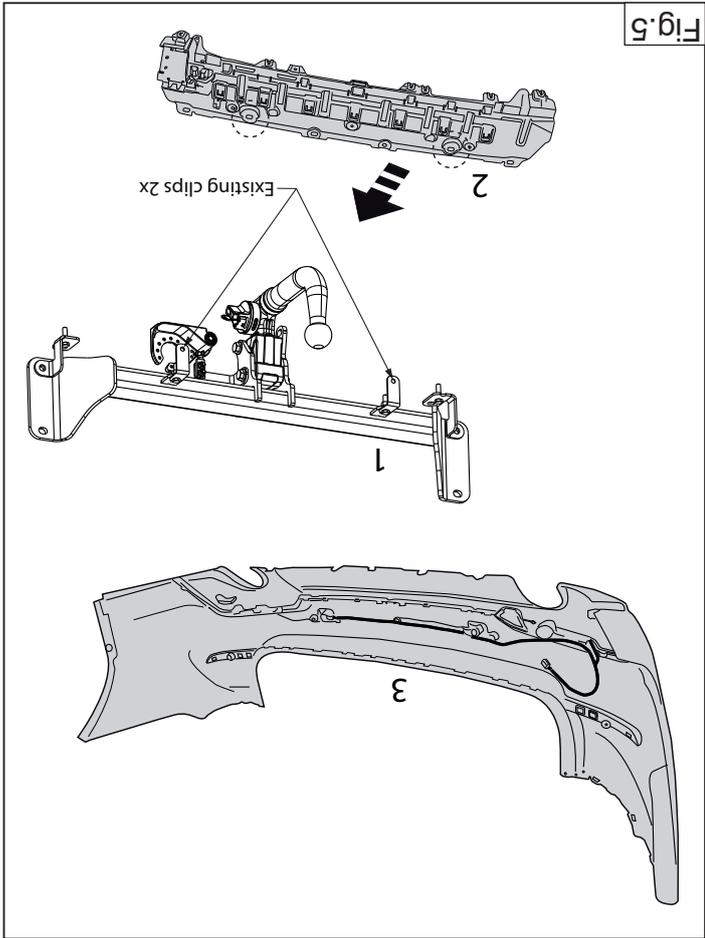

Fig.5
8. Refit the plastic cover on the towbar. figure 5.
8. Die Kunststoffabdeckung wieder auf der Anhängerkupplung anbringen. Siehe Abbildung 5.
8. Remettre le capot en plastique sur le attelage. Voir la figure 5.
8. Anbring igen plastkappen på anhängetræk. Se fig. 5.